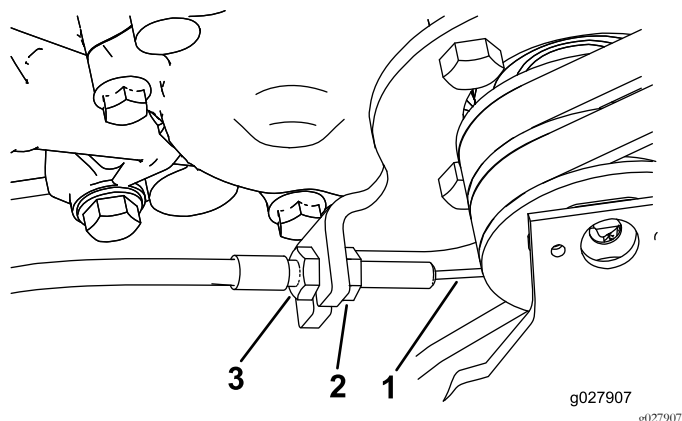

図 43
3. 走行ケーブルの前ジャムナットをゆるめ、後ジャムナット 図 43 を締めてケーブルの張りを出し、2.753.25kgの力で走行コントロールがつながるようにする